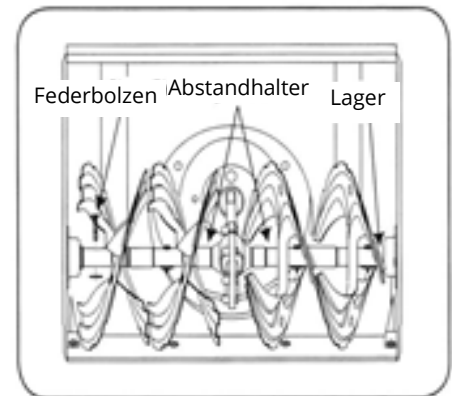

Abb. 19
- Die Schnecke ist mit zwei Federbolzen und einem Splitter an der Spiralwelle befestigt. Sollte die Schneefräse auf einen Fremdkörper oder Eis treffen, sind die Bolzen so konstruiert, dass sie brechen. Siehe Abbildung 19.